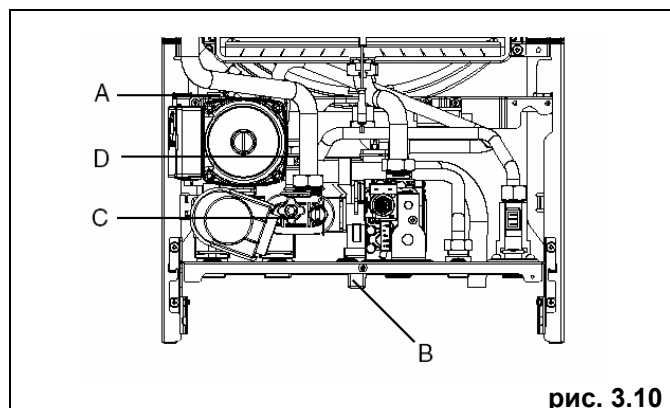

рис. 3.10
- открутите на два или три оборота крышку автовоздушника (A) (рис. 3.10)
- откройте кран для заполнения системы (B) и держите его открытым до тех пор, пока давление на манометре, не достигнет значения от 1 до 1,5 бар.